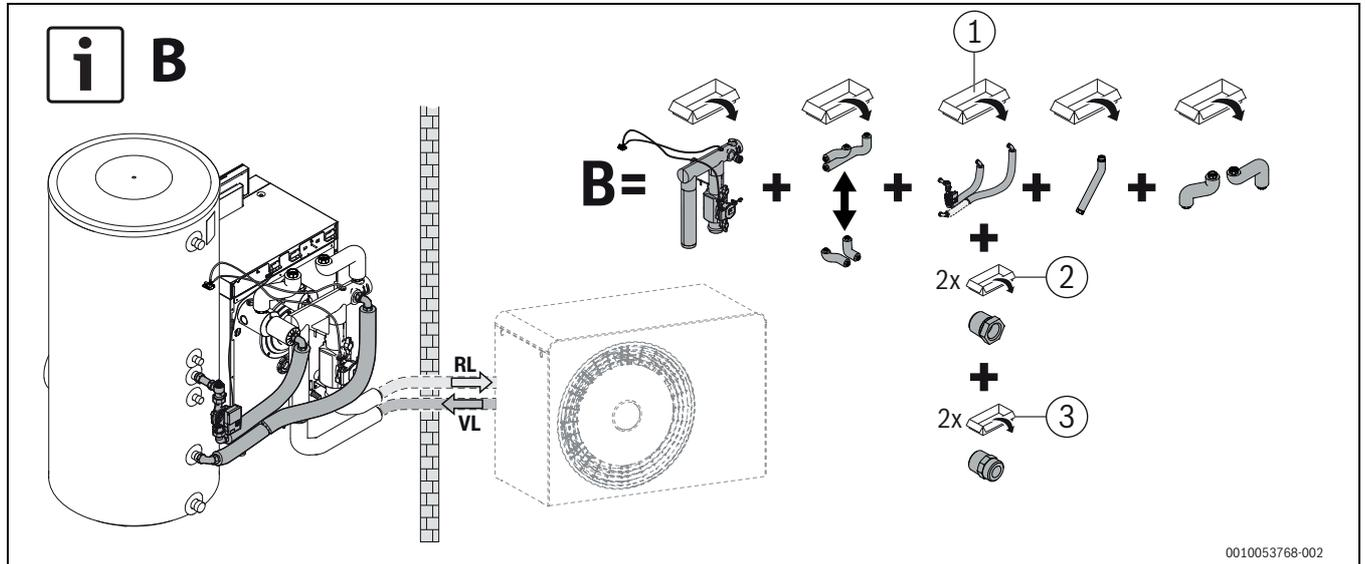
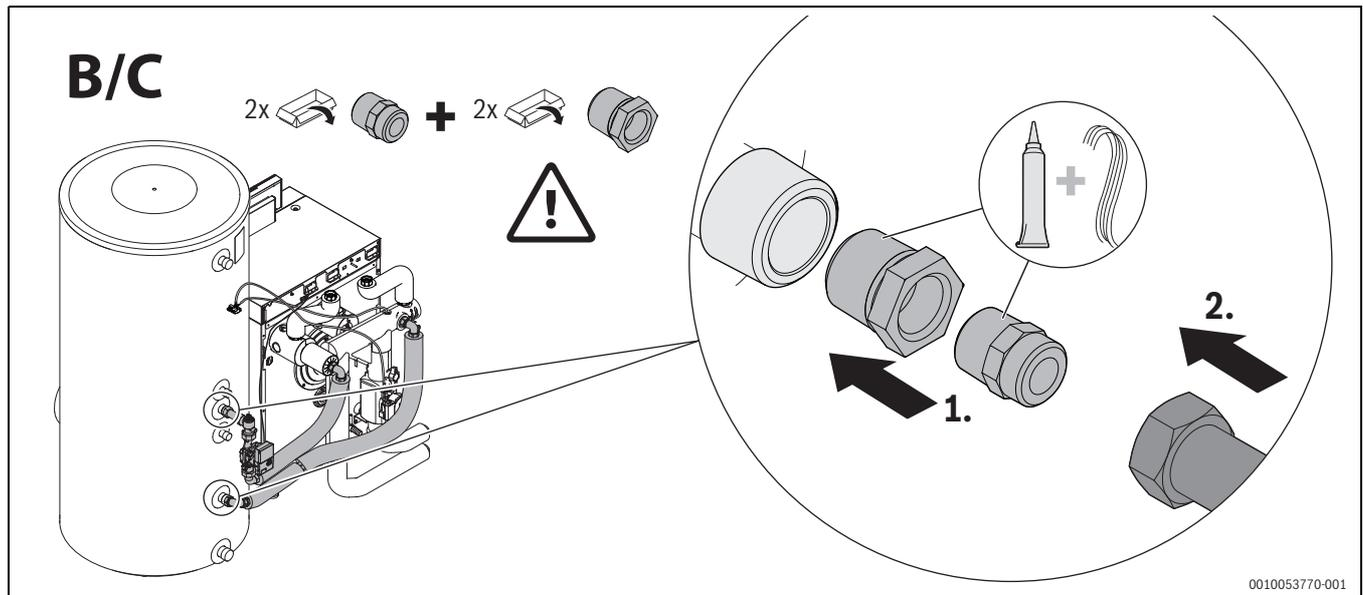

Fig. 13 Collegamento di un bollitore verticale a destra, variante B, illustrazione riferita a titolo di esempio a una caldaia da 15 kW
Fig. 15 Installazione del collegamento di un bollitore verticale, variante B e C
- ▶ Installare il gruppo tubazioni come indicato per la variante prevista (→ Fig. 13 – Fig. 15) (→ osservare le istruzioni di installazione separate del set di collegamento bollitore); **varianti B, C.**